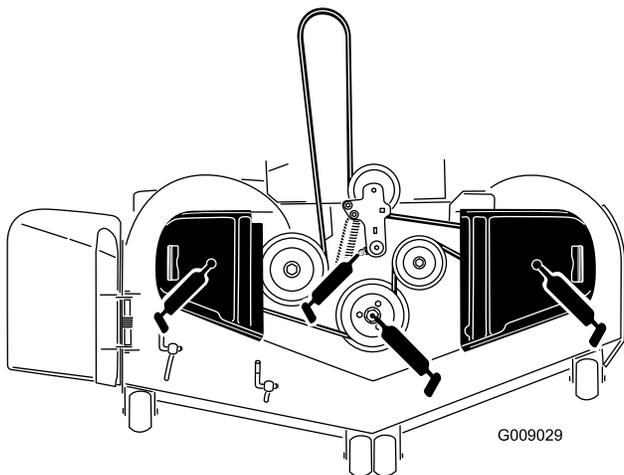

Figure 39
3. Graissez le pivot de la poulie de tension du tablier de coupe jusqu'à ce que la graisse ressorte par le bas (Figure 39).
4. Lubrifiez les roulements des 3 axes jusqu'à ce que la graisse ressorte par les joints inférieurs (Figure 39).
5. Graissez le bras de tension de la courroie d'entraînement (Figure 39).